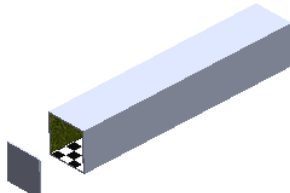

图 9.9.3 引入相机橇
Step3. 引入相机橇。选择下拉菜单    命令，系统弹出“插入零部件”对话框；单击“插入零部件”对话框中的  按钮，在系统弹出的“打开”对话框中选取 D:\sw15\work\ch09.09\tray.SLDPRT，单击  按钮，将零件放置到图 9.9.3 所示的位置。